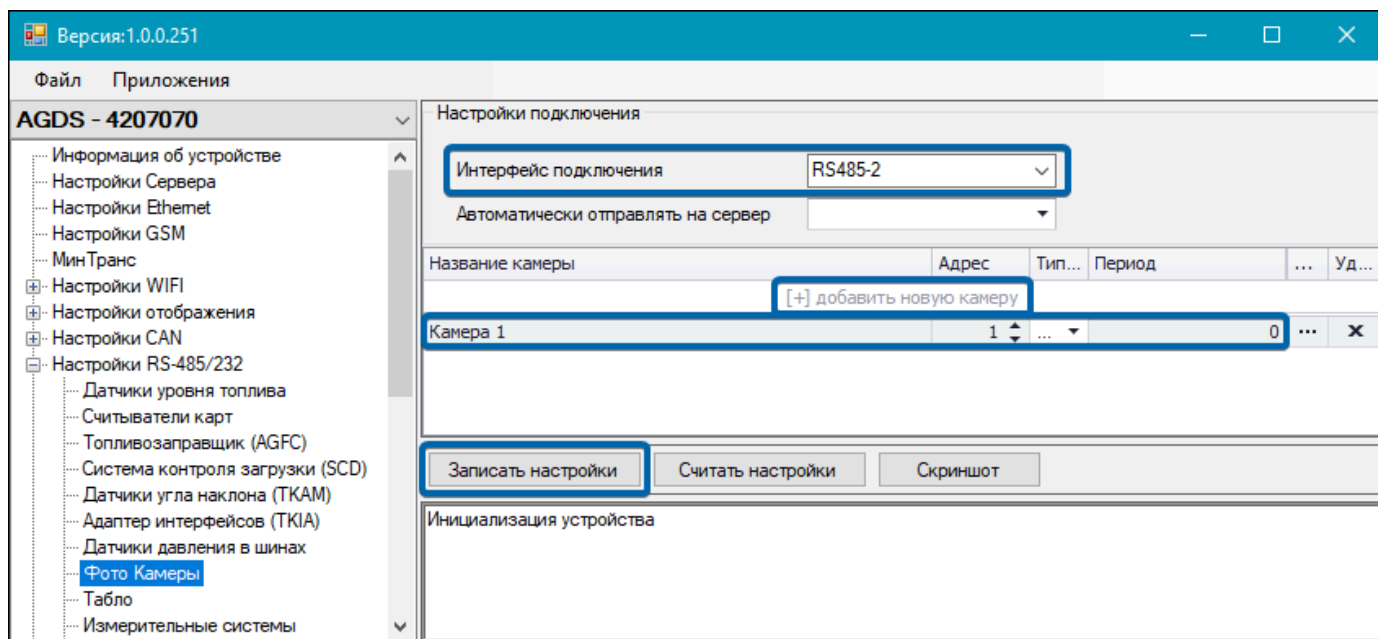

Рис.87. Рабочая область пункта «Фото Камеры»
2. Выберите в списке программы-конфигуратора пункты Настройку RS-485/232 | Фото Камеры (**Рис.87**).